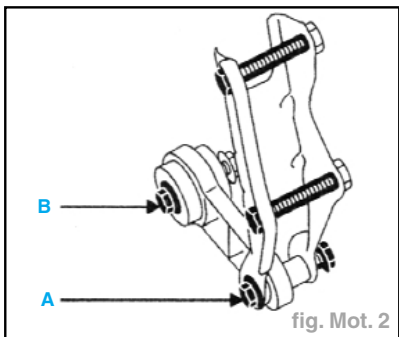

fig. Mot. 2
- Déposer l'ensemble coiffe de suspension pendulaire Moteur et limiteur de débattement (fig. Mot. 2) :
- désaccoupler la biellette de reprise de couple, enlever le boulon (A) et déserrer le boulon (B).